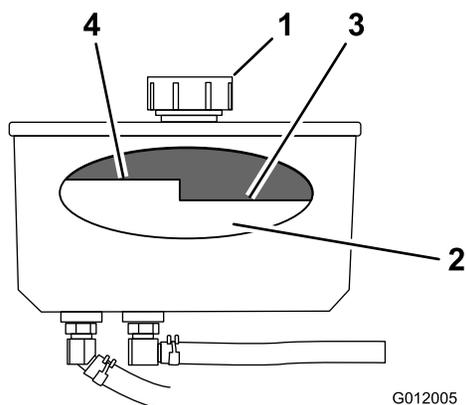

Figura 73
4. Pulite la zona attorno al tappo e al collo del bocchettone del serbatoio idraulico (Figura 73).
5. Togliete il tappo dal collo del bocchettone (Figura 73).
- Nota:** Il livello del fluido (caldo) deve essere inferiore al segno di livello 'caldo' del deflettore (Figura 73).